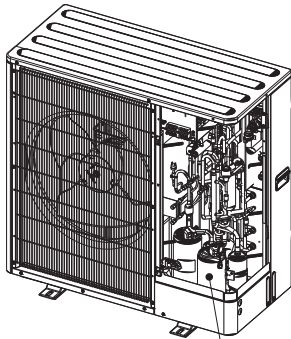

Fig. 8-1
Se l'unità è PUZ-WZ80VAA, sono presenti due compressori e le procedure seguenti devono essere eseguite solo sul compressore indicato in Fig. 8-1.
3. Dopo aver collegato i cavi al compressore, quest'ultimo inizia a riscaldarsi una volta attivata l'alimentazione. Dopo aver erogato la corrente di alimentazione per gli intervalli indicati di seguito, misurare nuovamente la resistenza d'isolamento. Se l'unità è PUZ-WZ80VAA, l'unico compressore che viene riscaldato è quello illustrato nella Fig. 8-1.